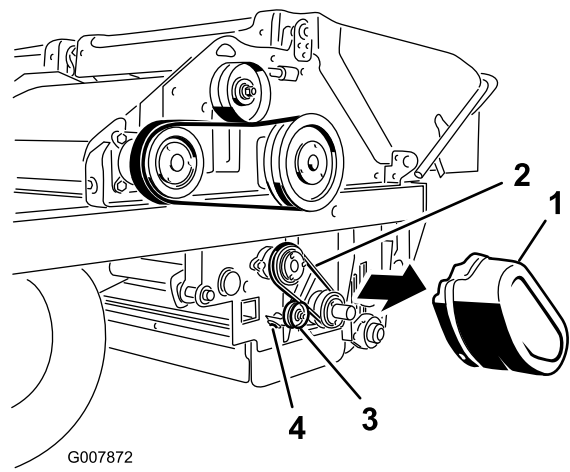

Bild 62
3. Drücken Sie die Spannscheibe in den Riemen und ziehen Sie gleichzeitig die Spannscheibenmutter an (Bild 62).
1. Entfernen Sie die Riemenabdeckung (Bild 62).
2. Lockern Sie die Mutter an der Spannscheibe (Bild 62).